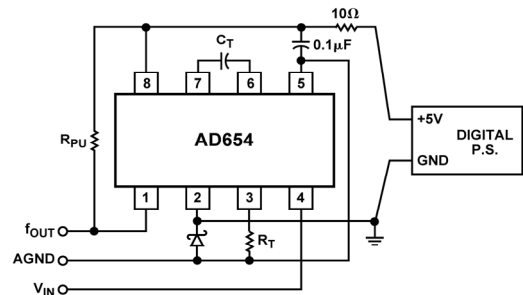

図 6. 適切なグラウンド方式
0.1  $\mu$ F ~ 1.0  $\mu$ F のセラミック・コンデンサを電源電圧ピンとアナログ信号グラウンドとの間に接続して AD654 を適切にバイパスすることが必要です。適切なグラウンド方式を図 6 に示します。